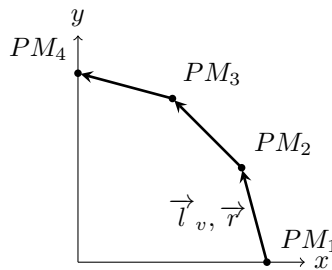

Figure 2: vettore \vec{r} e lunghezza a riposo vettoriale
3. **hooke.hpp** e **hooke.cpp**: si implementa una classe *Hooke* per la molla che collega i punti. I suoi membri sono due variabili di tipo *float* per la costante elastica e la lunghezza a riposo, e una di tipo *vec* che rappresenta la "lunghezza a riposo vettoriale", il vettore uscente da un punto e indirizzato al punto successivo (fig. 2), il cui modulo è la lunghezza a riposo.